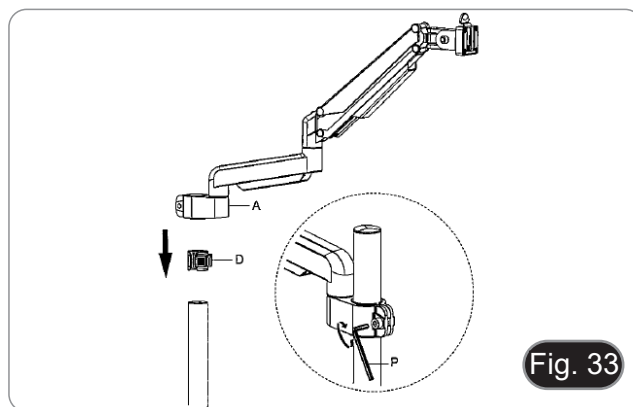

Fig. 33
- **NOTA:** La tapa de plástico (H) también sirve como contenedor para las llaves Allen utilizadas para montar y ajustar la tensión de las distintas piezas.
6. Insertar el anillo de prevención de caídas (D) en el pilar.
7. Insertar el brazo flexible (A) y apretar el tornillo de fijación. (Fig. 33)